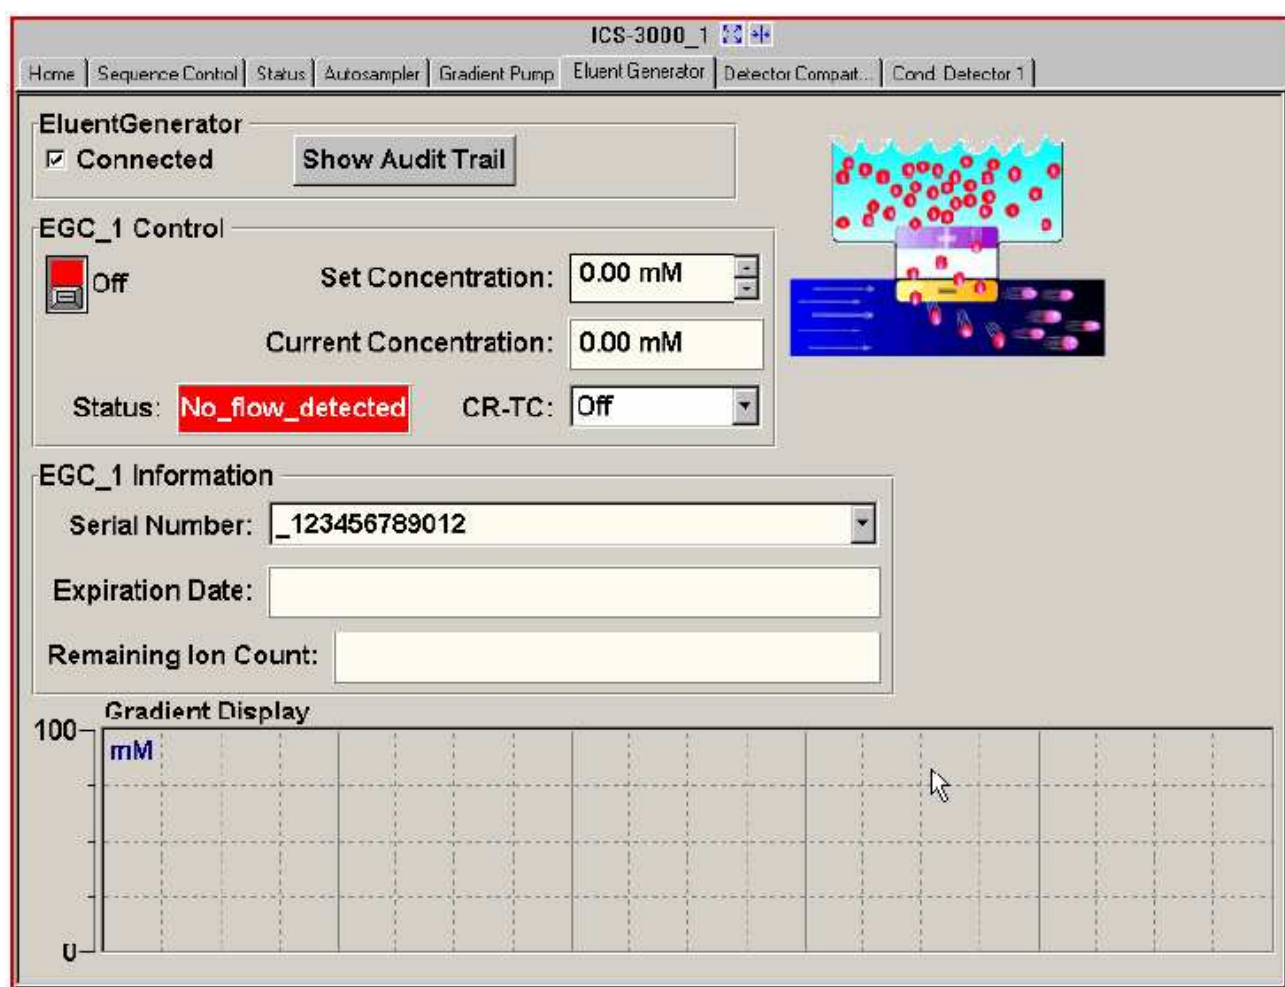

Figure 4.3. Panneau de contrôle de l'EG.
1. Dans Chromeleon ou Chromeleon Xpress, sélectionner l'onglet **Eluent Generator** dans le navigateur de panneaux de l'ICS-3000. Ceci affiche le panneau de contrôle de l'EG (voir figure 4.3).